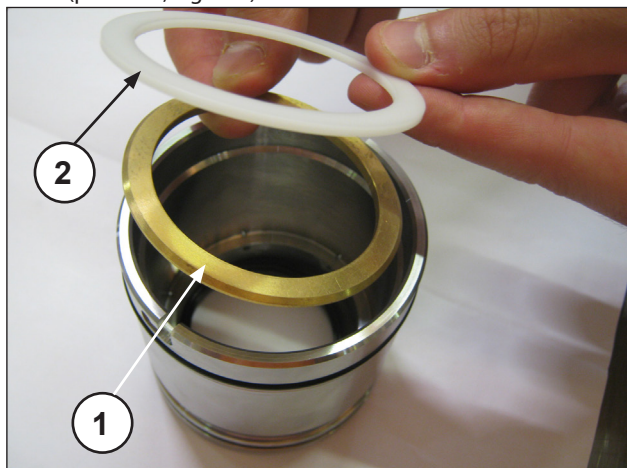

Fig. 166
Montare l'anello di supporto e l'anello antiestrusione (pos. ①②, Fig. 166), le tre baderne ponendo attenzione affinché gli intagli vengano a trovarsi a 120° l'uno dall'altro (pos. ①, Fig. 167), l'anello raschiatore baderne e l'anello per molla (pos. ①②, Fig. 168).